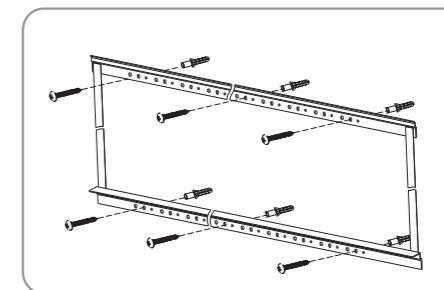

图12
- b. 混凝土墙壁安装：按银幕安装步骤3的操作方法，选用六个φ5×40mm带膨胀胶的自攻螺丝，先用电钻在混凝土墙壁上钻六个大小适合的孔，然后将膨胀胶钉入钻好的孔内，再将φ5×40mm的自攻螺丝穿过上安装架与下安装架相对应的孔，拧入墙壁上的膨胀胶内，使其固定在墙壁上。（其中上、下安装架各3个）（如图12）